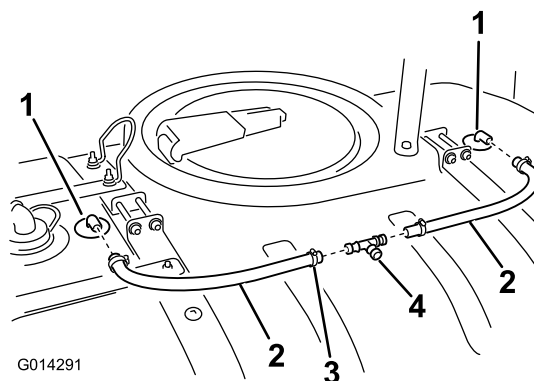

Figura 24
- Infilate una fascetta stringitubo sopra una estremità di ciascuno dei 2 flessibili (24 poll.), come illustrato nella Figura 24.
- Montate le 2 estremità allineate del raccordo a T sulle estremità aperte dei flessibili degli ugelli di lavaggio montati in precedenza, come illustrato nella Figura 24.